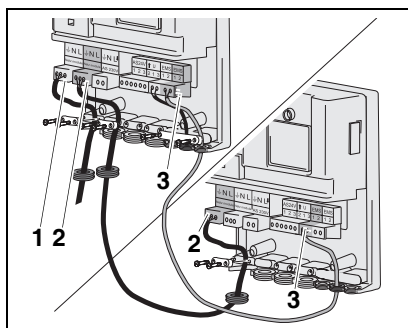

Fig. 4 Conectar dos módulos, realizar la conexión a red
Es posible conectar diferentes módulos (p.ej. EM10 y VM10) entre sí. Para la conexión de dos o más módulos siempre es posible puentea la conexión de red (fig. 4, pos. 2) y la conexión EMS (fig. 4, pos. 3).
- Conecte el controlador de temperatura Logamatic RC a la conexión EMS (fig. 4, pos. 3).
- Empalme la conexión a red de 230 VAC (fig. 2, pos. 1 y fig. 4, pos. 1).